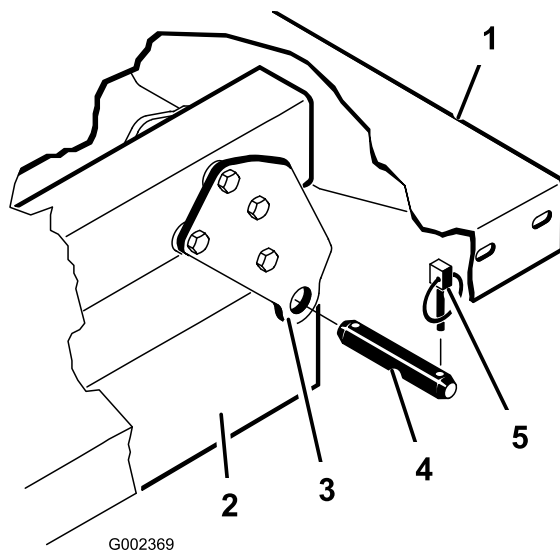

Bild 4
6. Nehmen Sie die Klapstecker und die Lastösenbolzen ab, mit denen die Schwenkhalterungen der Ladepritsche an den Rahmenkanälen der Maschine befestigt sind (**Bild 4**).